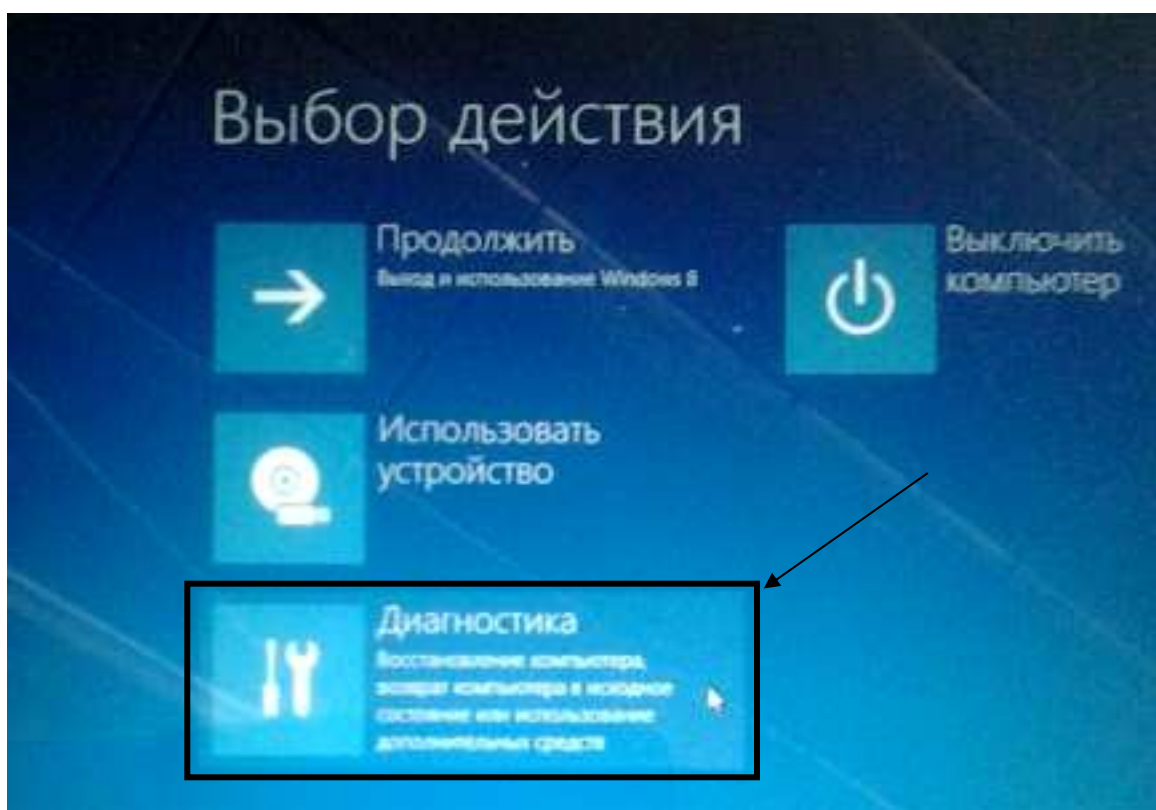

Рис. 13 – Окно выбора варианта загрузки
2.2.5.4 ЭВМ перезагрузится и автоматически попадет в режим выбора варианта загрузки (см. Рис. 13).
2.2.5.5 Нажмите на кнопку «Диагностика» (см. Рис. 13).